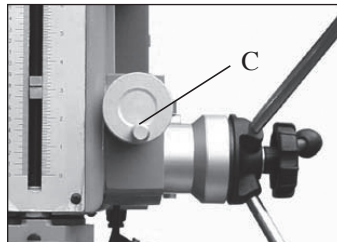

Fig. 6
1. Tag fat i håndtaget (C, fig. 6) på håndhjulet, og drej.